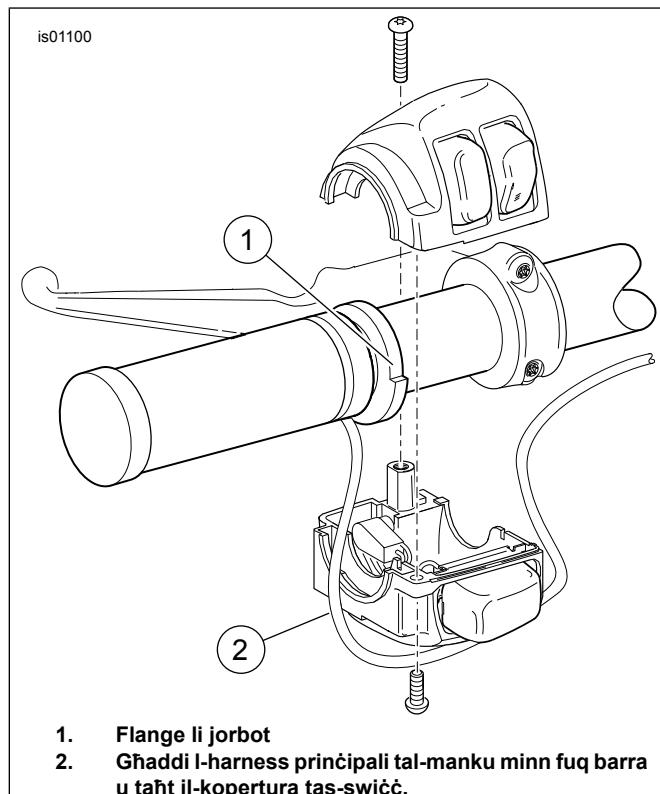

Figura 1. Manku li Jissahħan (Naħha tax-Xellug)
9. Ara Figura 1 . Ippożizzjona l-manku tax-xellug fuq il-manubriju biex il-flange li jorbot (1) jista' jiġi installat b'mod sod fil-kopertura tan-naħha t'isfel tas-swiċċ (2).